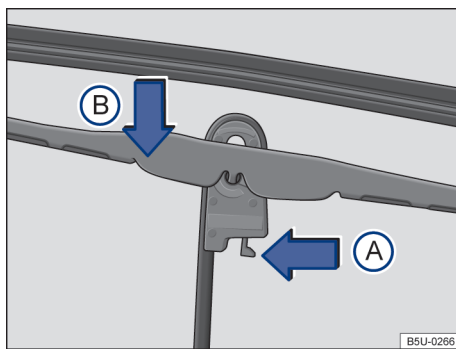

Fig. 131 Sustituir las escobillas limpiaparabrisas.
- Colocar la escobilla en posición perpendicular con respecto al brazo → fig. 131.
- Apretar el pestillo de seguridad en el sentido de la flecha (A).
- Desencajar la escobilla en el sentido de la flecha (B), mover en el sentido opuesto al brazo del limpiaparabrisas y retirar en el sentido opuesto al de la flecha (B).